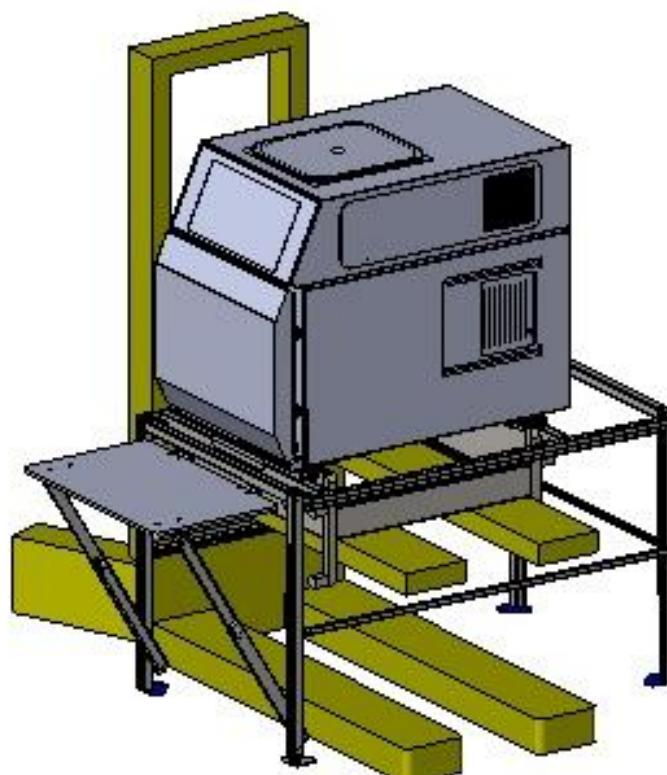

Abb. 5: Seitliches Anheben der Multifunktionspalette im Untergestell
- ◆ Senken Sie die Gabel des Hydraulikstaplers so weit ab, dass Sie die Multifunktionspalette von unten anheben können (siehe Abb. 5:).